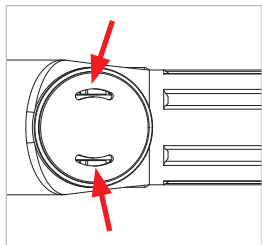

Abbildung 17
- ▶ Ziehen Sie den Logodeckel (Pos. 3) mit der Hand ab und geben Sie ca. 1-2 kurze Sprühstöße mit dem Zielröhrchen links und rechts in die Öffnungen (*Abbildung 17*). Danach montieren Sie den Logodeckel (Pos. 3) wieder. Dieser muss hörbar einrasten.